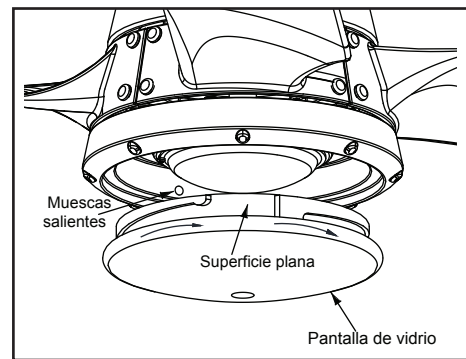

Figura 17
5. Coloca la pantalla de vidrio dentro de la carcasa del kit de luces alineando las tres áreas planas en la parte superior de la pantalla con las tres muescas salientes en la carcasa. Gira la pantalla de vidrio de izquierda a derecha hasta que se detenga. (Figura 17)